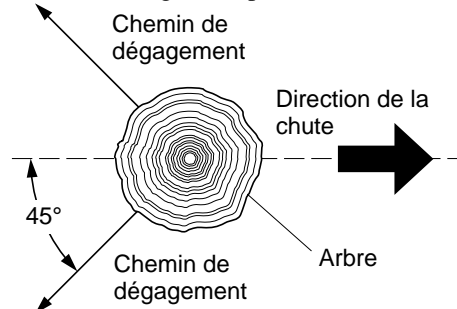

Figure 11 - Chemin de dégagement pour s'éloigner de l'arbre
3. Avant d'abattre un arbre, prévoir un chemin de dégagement et le dégager. Le prévoir à l'opposé de la direction de chute de l'arbre et à un angle de 45°. (Voir la figure 11.)